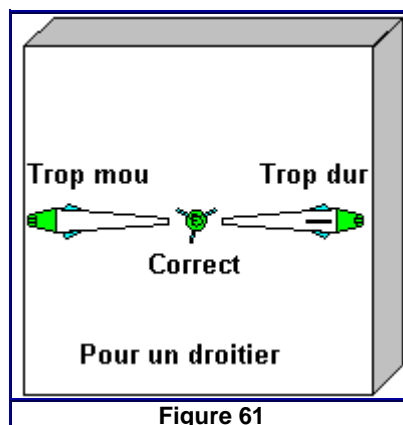

Figure 61
- La vision de la flèche avec une **encoche** dirigée vers la **droite** pour un droitier, demandera un **assouplissement** du ressort ou de la lamelle, et une encoche dirigée vers la **gauche**, un **durcissement**. La vision de l'**encoche cachant le tube** donne un **bon réglage**. (Figure 61)